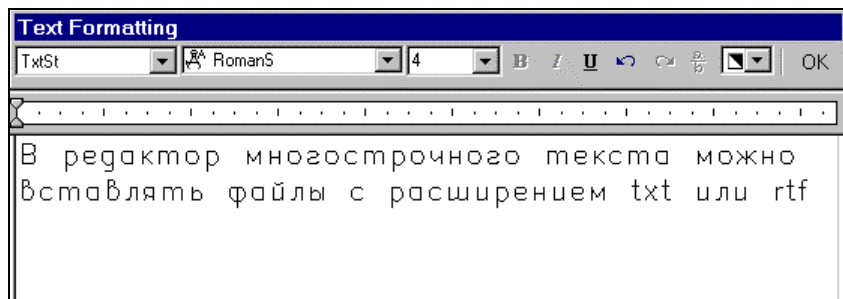

Рис. 9.11. Редактор многострочного текста после вставки внешнего файла
2. В диалоговом окне **Select File** (Выбор файла) найдите папку с файлом, выберите его и нажмите кнопку **Open** (Открыть). В окне редактора многострочного текста появится текст, который содержится во вставляемом файле (рис. 9.11).